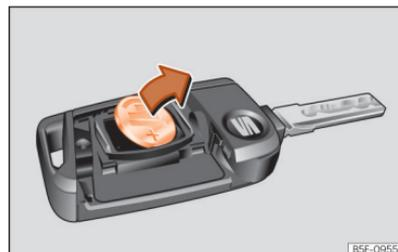

Abb. 67 Fahrzeugschlüssel: Batterie herausnehmen.
- Batterie mit einem geeigneten dünnen Gegenstand aus dem Batteriefach hebeln >>> **[Abb. 67]**.